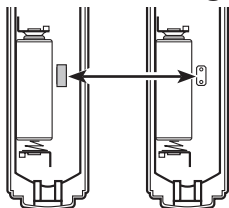

**Figura 3**
- **Montaje con tornillos:** Para montar con tornillos, quite la parte de atrás de la caja empujando hacia adentro la lengüeta de abajo con un destornillador pequeño y girando la cuchilla (vea la Figura 1). *Nota:* Quite la suciedad de los orificios para tornillos (si es necesario) antes de poner los tornillos. Coloque la parte de atrás de la caja contra la jamba o la pared (vea la Figura 3). Encaje a presión la parte frontal del pulsador.